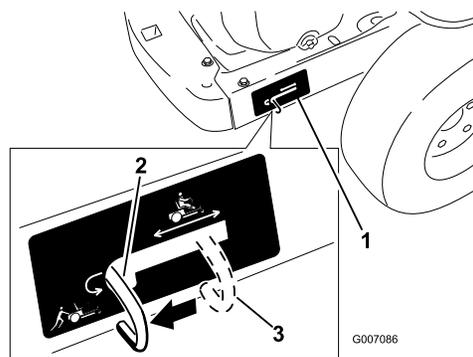

Figure 21
4. Déplacez les leviers de dérivation en arrière, puis abaissez-les pour les bloquer en place comme illustré à la Figure 21 et désengager les moteurs de roues. Répétez cette procédure de chaque côté de la machine.
Levez les leviers de dérivation et poussez-les en avant jusqu'au **centre** de la fente horizontale (Figure 21) pour engager les moteurs de roues.